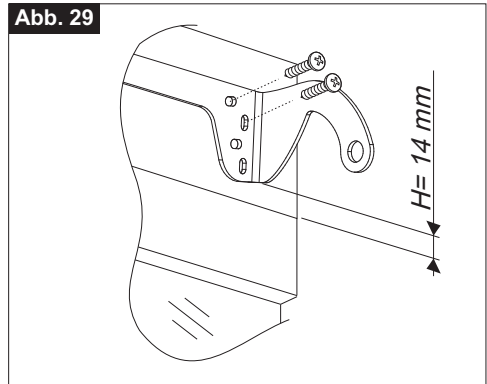

Abb. 30
- 6) **Abb. 30-** Den Bügel zur Befestigung am Fenster zur Kippöffnung nach der Mittellinie ausrichten und dabei den Mittellinieanzeiger (**Bez. 1**) als Bezug anwenden, der sich in der Mitte derselbe befindet; den Bügel bei einer Höhe von 4 mm vom Fensterrahmen positionieren und die Bohrungspunkte am Rahmen markieren;